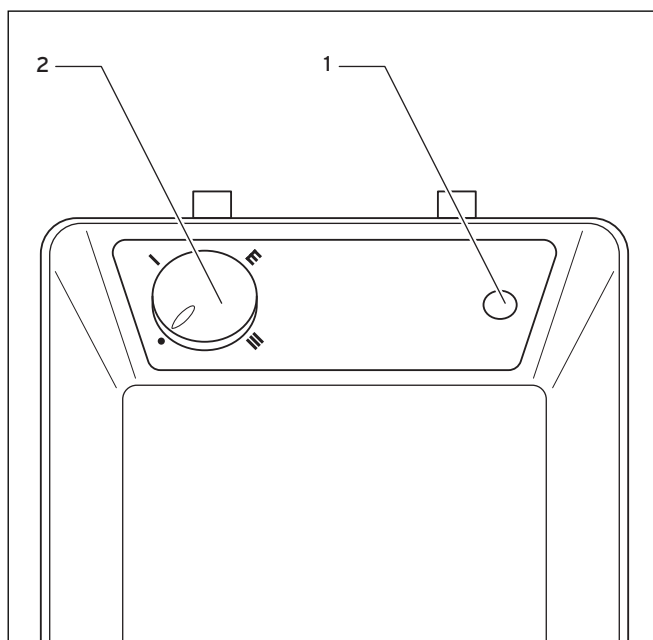
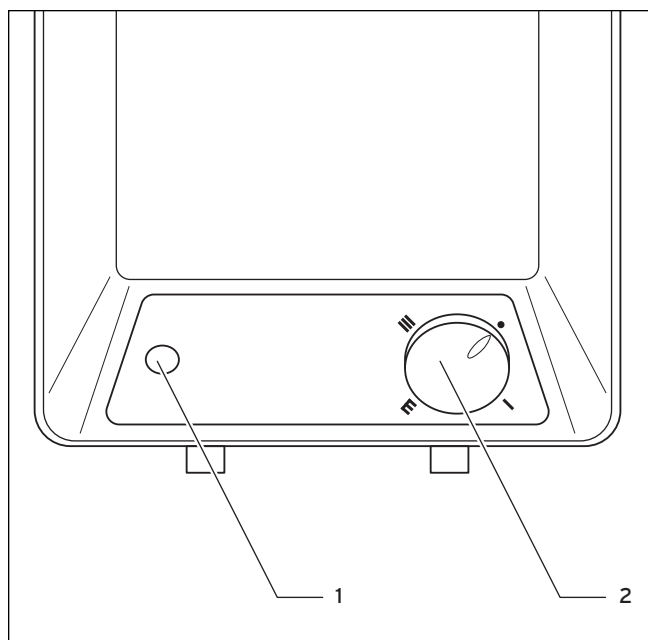

Fig. 7.1 Éléments de commande, appareil sous évier
Fig. 7.2 Éléments de commande, appareil monté au-dessus du plan de travail
Le ballon d'eau chaude sanitaire électrique se met automatiquement en marche lorsque la température de l'eau tombe en dessous de la température réglée au niveau du sélecteur de température (→ (1), Fig. 7.1, Fig. 7.2). Le ballon d'eau chaude sanitaire électrique s'arrête automatiquement lorsque la température d'eau réglée au niveau du sélecteur de température est atteinte.